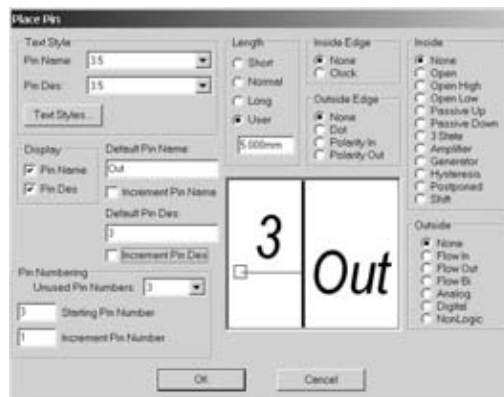
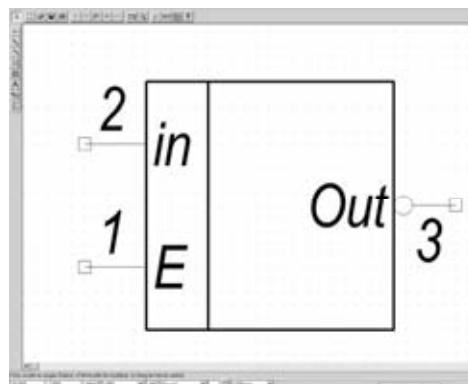

Рис.2.2.11
Рис.2.2.12
- Сформировать выходной вывод. Для этого щелкнуть ЛК. Откроется диалоговое окно Place Pin. В области Outside Edge выбрать значение Dot, а в остальных областях оставить None. В поле Default Pin Name ввести имя вывода – Out. В поле Default Pin Des ввести номер вывода 3. Нажать на кнопку ОК (рис.2.2.11). Поставить курсор в точку с координатами (30, 20), нажать ЛК и, удерживая ее, дважды нажать на клавишу буквы R для разворота вывода на 180° (или один раз клавишу буквы F). Отпустить ЛК. Щелкнуть ПК. Полученный результат представлен на рис.2.2.12.